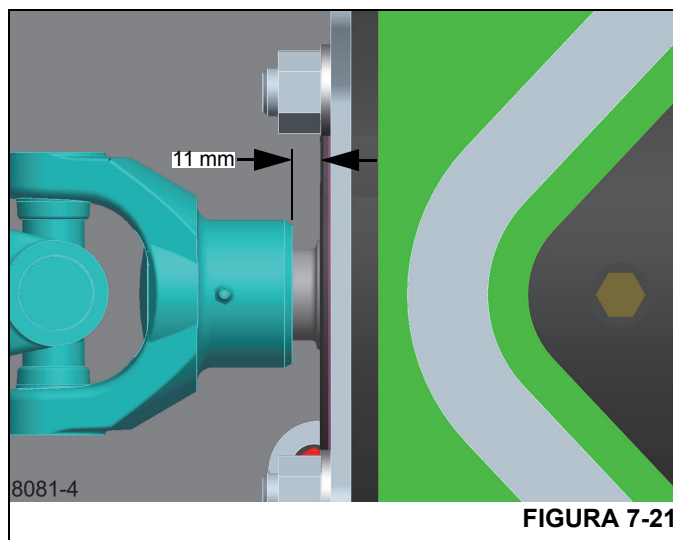

FIGURA 7-21
5. Ajuste o conjunto embreagem/suporte de montagem/bomba para frente ou para trás para posicionar o eixo de acionamento entre 6 e 14 mm (0.24 to 0.55 pol) da face da embreagem (Figura 7-21).